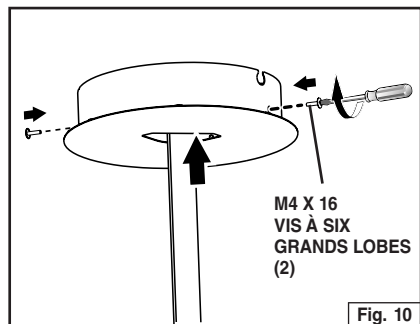

Fig. 10
4. Installez l'auvent de plafond et attachez avec (2) vis à six grands lobes M4 x 16. Fig. 10. (Il faudra le retirer lorsque vous ferez les connexions électriques.)